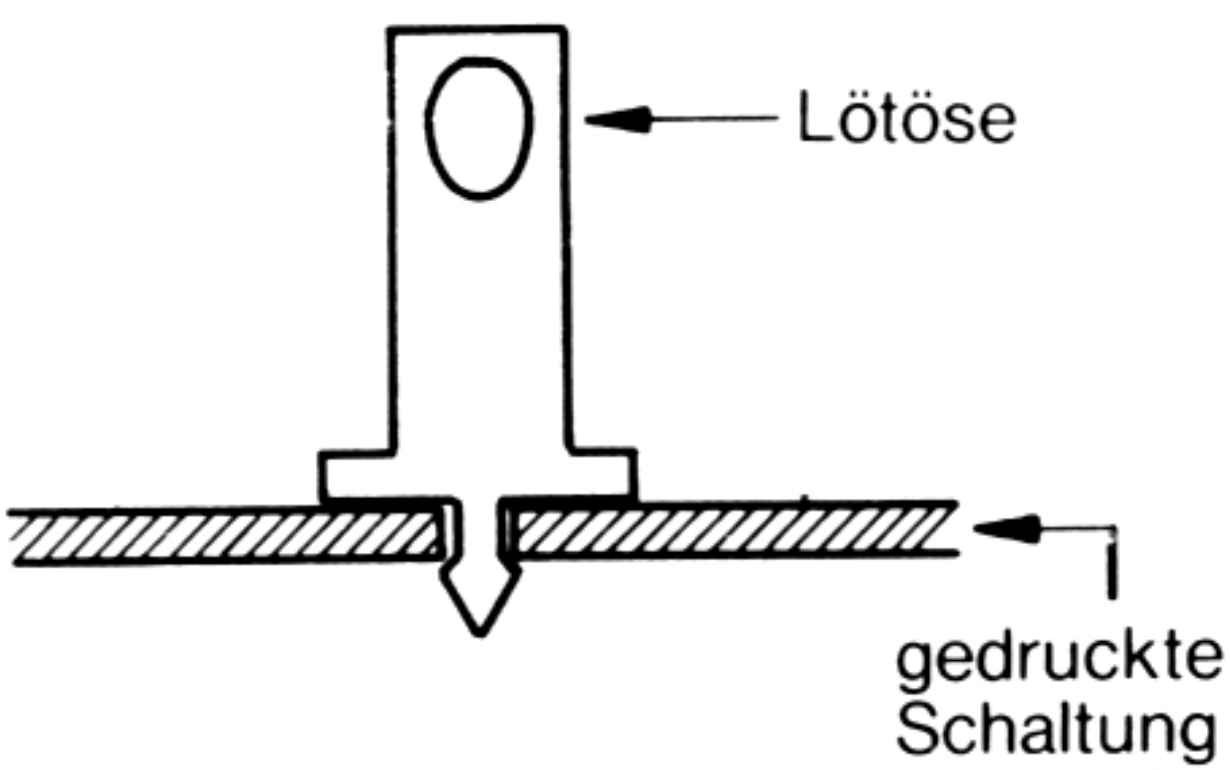
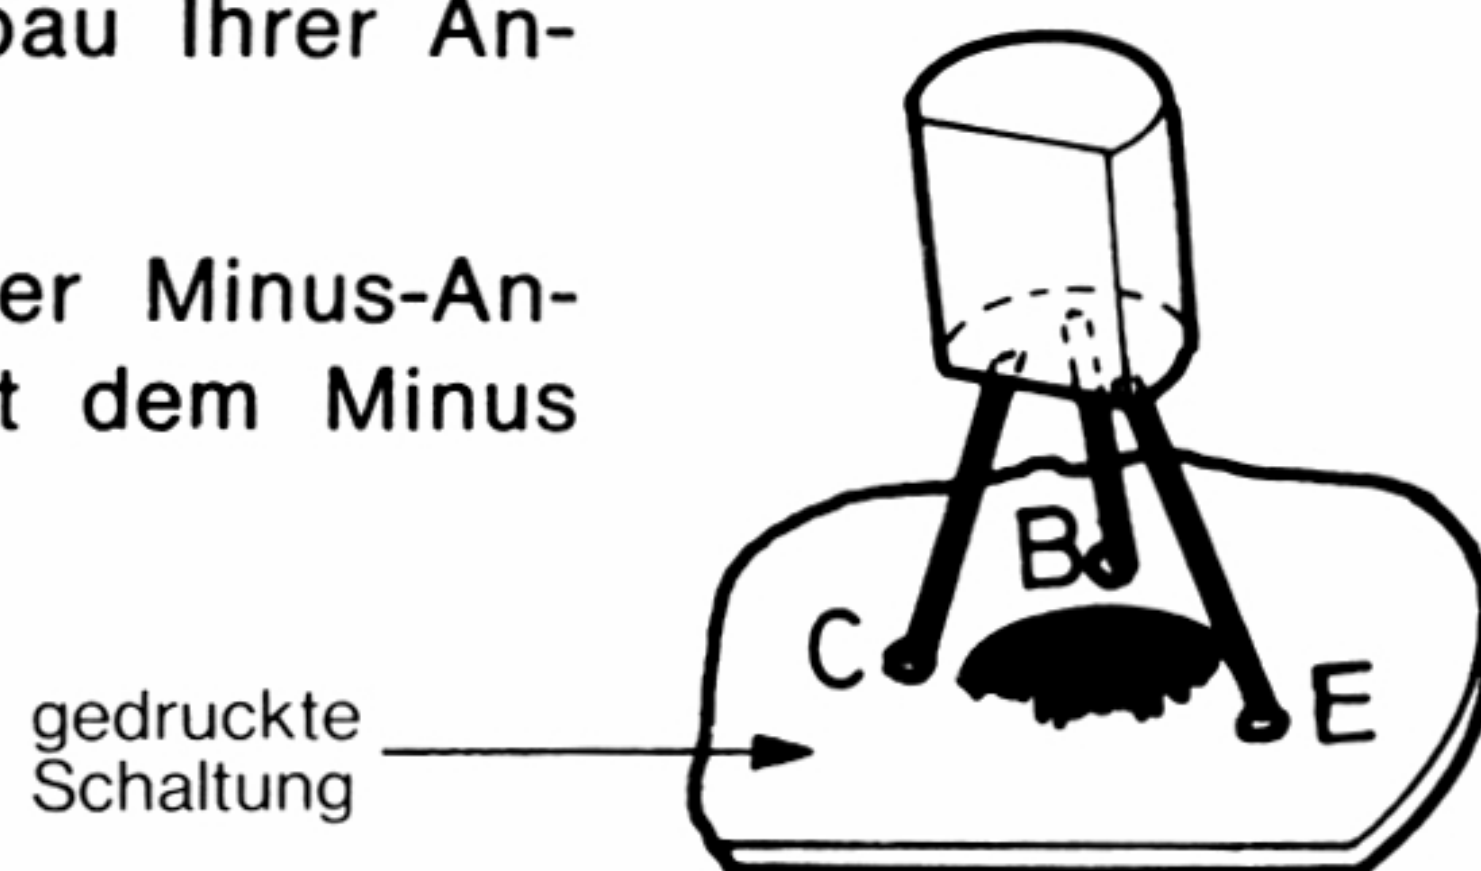
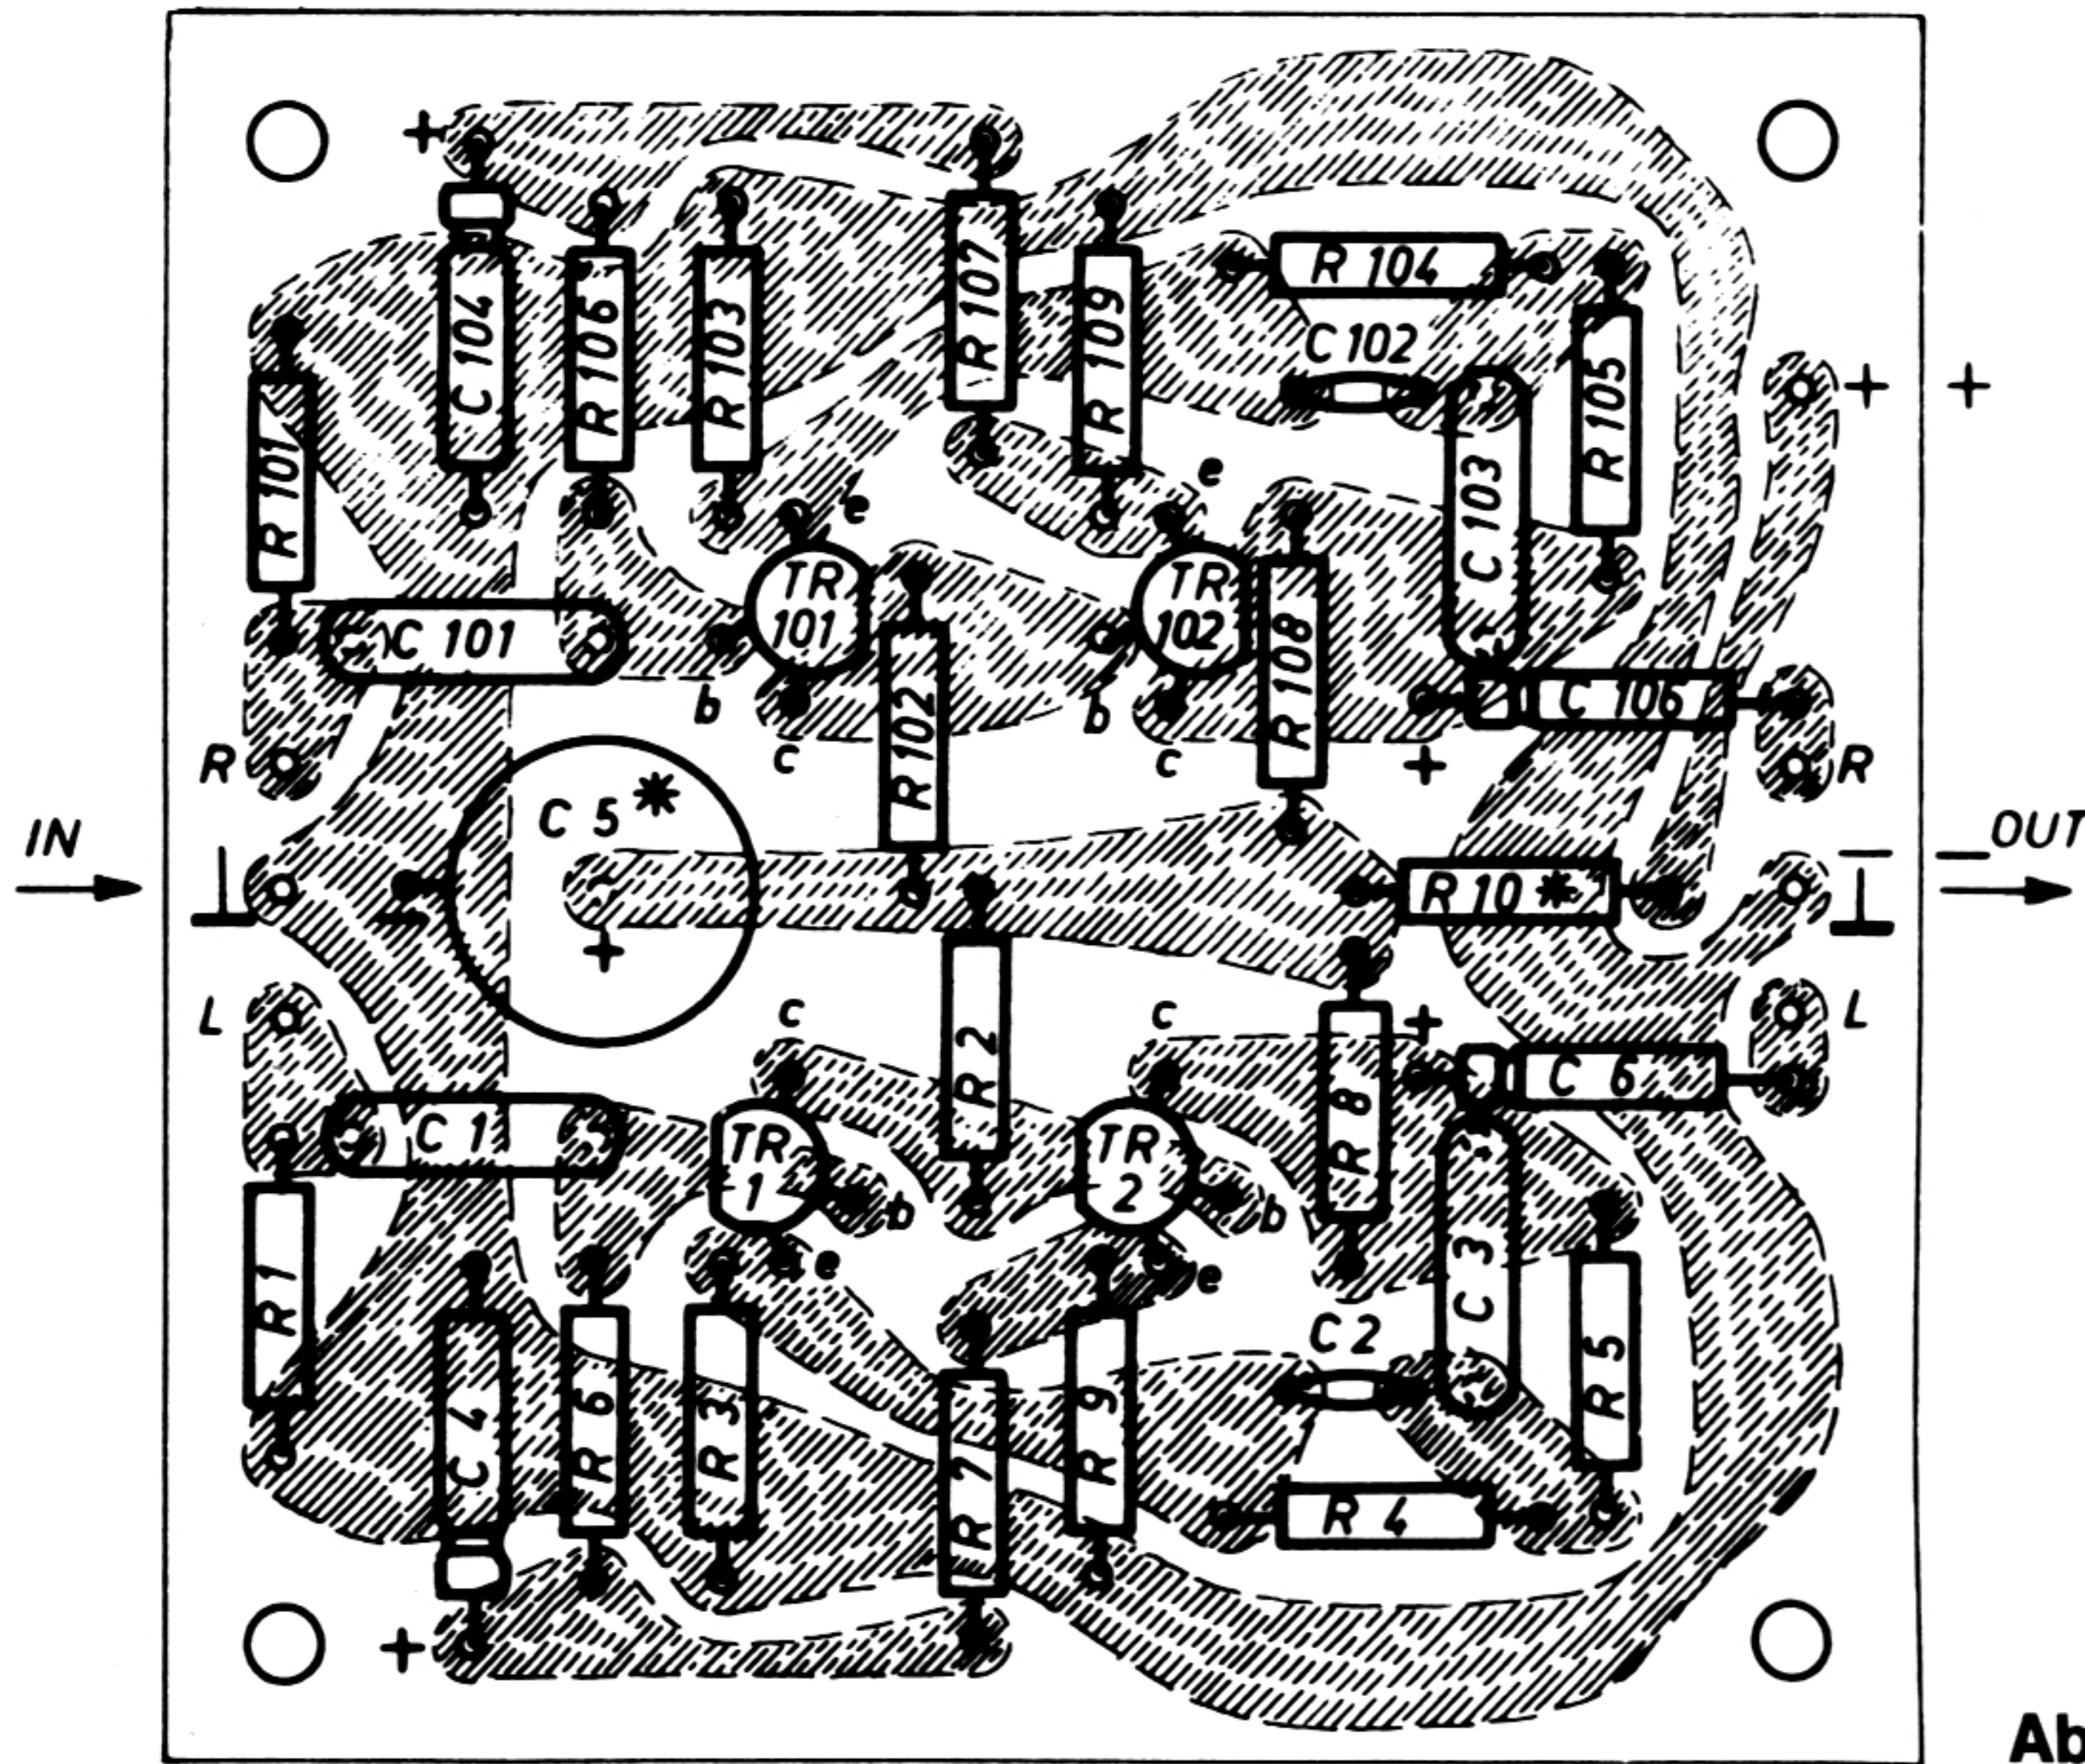

Abb. 5
Abb. 8
Abb. 4
Gehen Sie beim Aufbau der gedruckten Schaltung (Abb. 4) in dieser Reihenfolge vor:
1. Stecken Sie drei Lötösen auf der linken Hälfte der gedruckten Schaltung (Abb. 4) in die Löcher, die mit R, \perp und L bezeichnet sind. Drücken Sie die Lötösen mit ihrem kurzen Ende von der Positionsdruckseite her fest in die Bohrungen (Abb. 5).
2. Stecken Sie auf der rechten Seite der gedruckten Schaltung (Abb. 4) weitere vier Lötösen in die Bohrungen R, \perp L und +.
- Stecken Sie die Transistoren auf die gedruckte Schaltung. Aus Abb. 4 ist die Lage (abgeflachte Seite) zu ersehen, in der sie eingebaut werden müssen. Dabei dürfen sich die Anschlußdrähte nicht kreuzen, und die Transistoren selbst sollen ca. 5 mm über der gedruckten Schaltung stehen (Abb. 8).
Die Verbindung zwischen dem Ausgang R und L und einer nachfolgenden Einheit sollte mit zweipolig abgeschirmtem Kabel hergestellt werden. Dabei werden die Adern an die Lötösen R und L (rechts in Abb. 4) und die Abschirmung an ⊥ angelötet. Auf der anderen Seite wird dieses Kabel an den entsprechenden Eingang einer nachfolgenden Einheit angelötet.